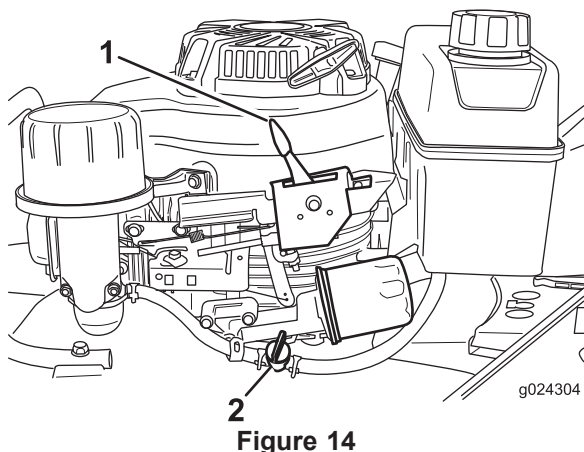

Figure 14
2. Ouvrez le robinet de carburant (Figure 14).
3. Réglez la commande d'accélérateur (Figure 14) en position Starter.
Relâchez la barre de commande de la lame et placez la commande d'accélérateur (Figure 14) en position arrêt.
Remarque: Fermez le robinet d'arrivée de carburant (Figure 14) si vous ne prévoyez pas de démarrer le moteur peu après.